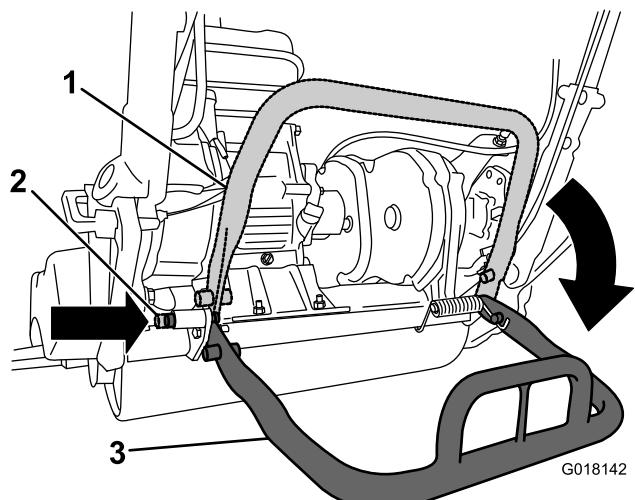

図 21
- リールを外している間にユニットが倒れないよう、キックスタンドを下げる、ロッキングピンを差し込んでキックスタンドを整備位置にロックします図 21。